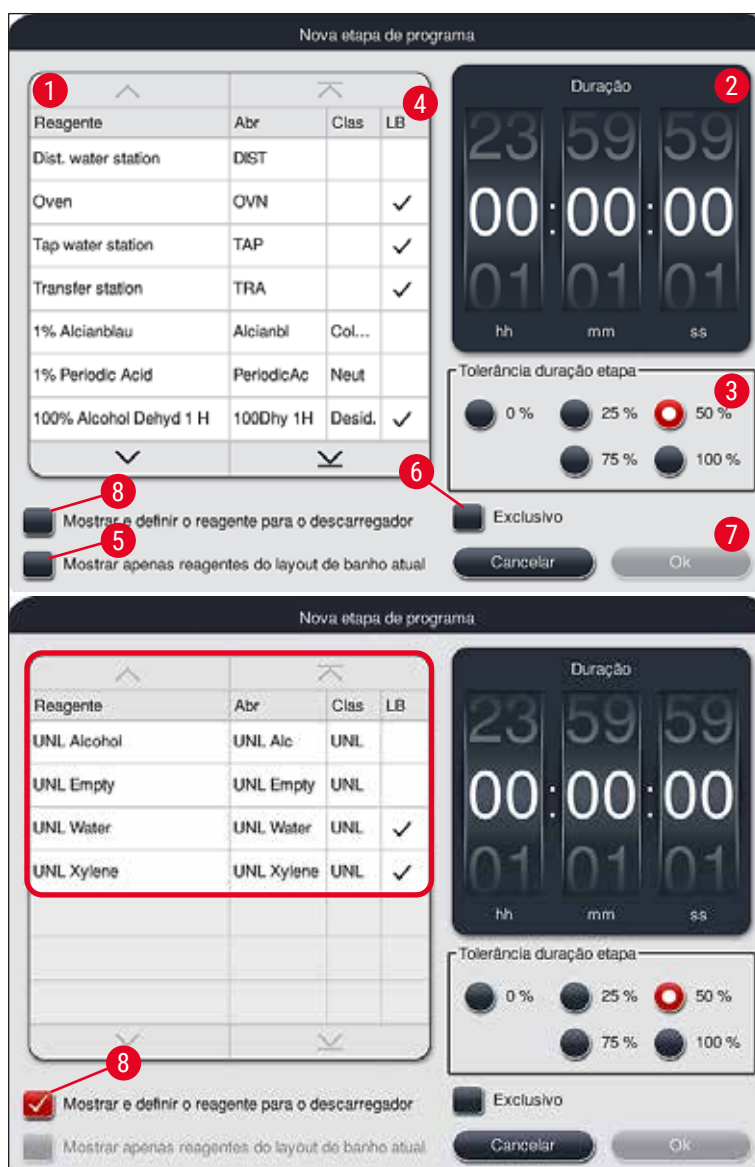

Fig. 47
- Uma janela é aberta para a definição da etapa do programa (→ "Fig. 47").